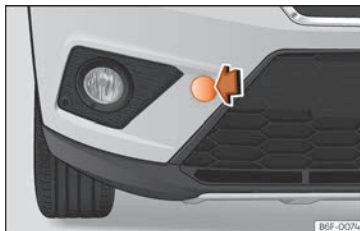

Abb. 97 Vorderer Stoßfänger, rechte Seite: Abdeckung abziehen.
- Drücken Sie die Abdeckung zum Herauslösen im rechten Bereich bis diese herausclipst »» **Abb. 97.**